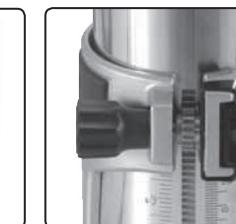

Abb. 3
1) Führungsgrundplatte (Abb. 3) – Verwendung als Einhandfräse